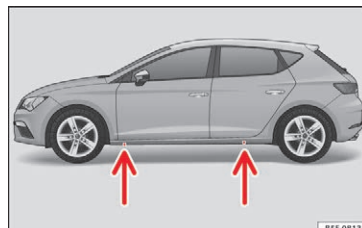

Fig. 73 Tværvange: markeringer
- Find på længdevangen markeringen til det løftepunkt til donkraften (det sted, der er trykket ind), der er tættest på det hjul, som skal skiftes »» **Fig. 73.**